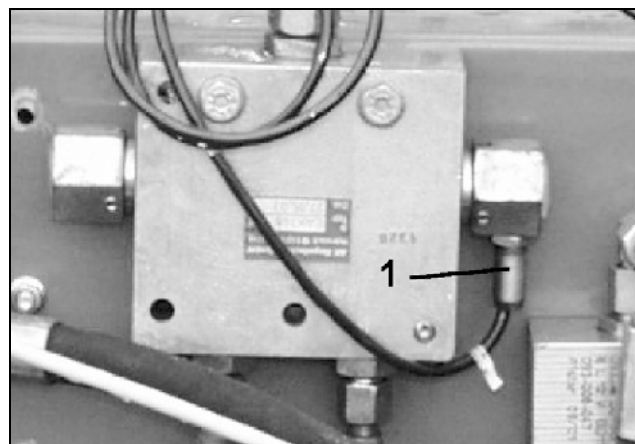

Fig. 63
- mit Spuranreißern von den Sensoren (Fig. 63/1) beim Spuranreißerwechsel